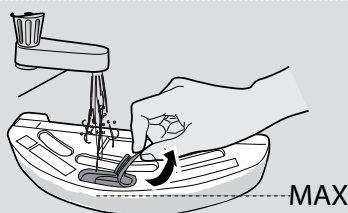

Abb. 14
2. Öffnen Sie die Gummikappe des Wasserbehälters, füllen Sie ihn mit Wasser und verschließen Sie sie wieder. [Abb. 14]